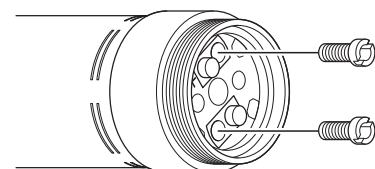

Abb. 12
- 2) Entfernen Sie mit einem Schlitzschraubendreher die Schrauben, die die Kohlebürsten sichern (Abb. 12).